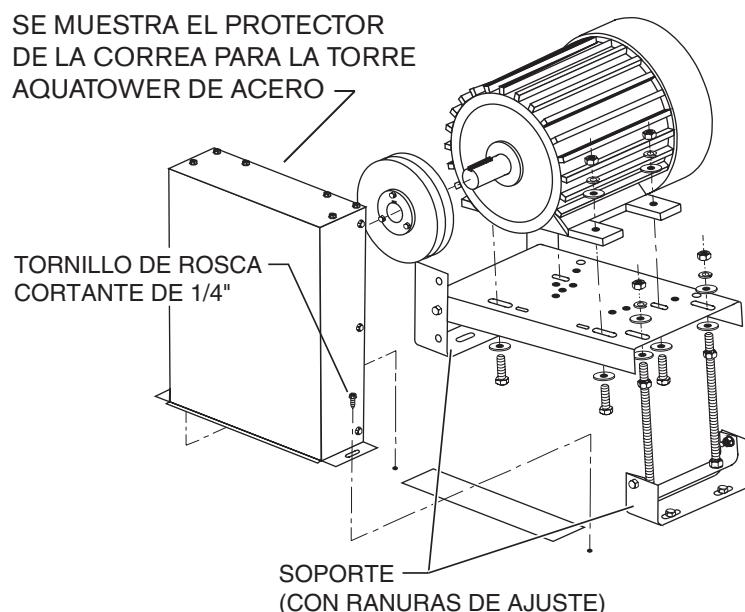
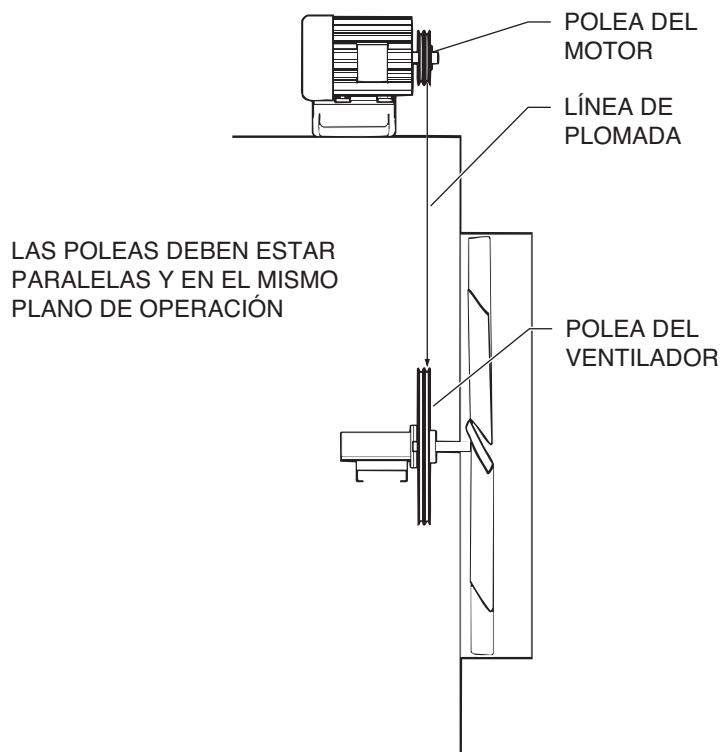
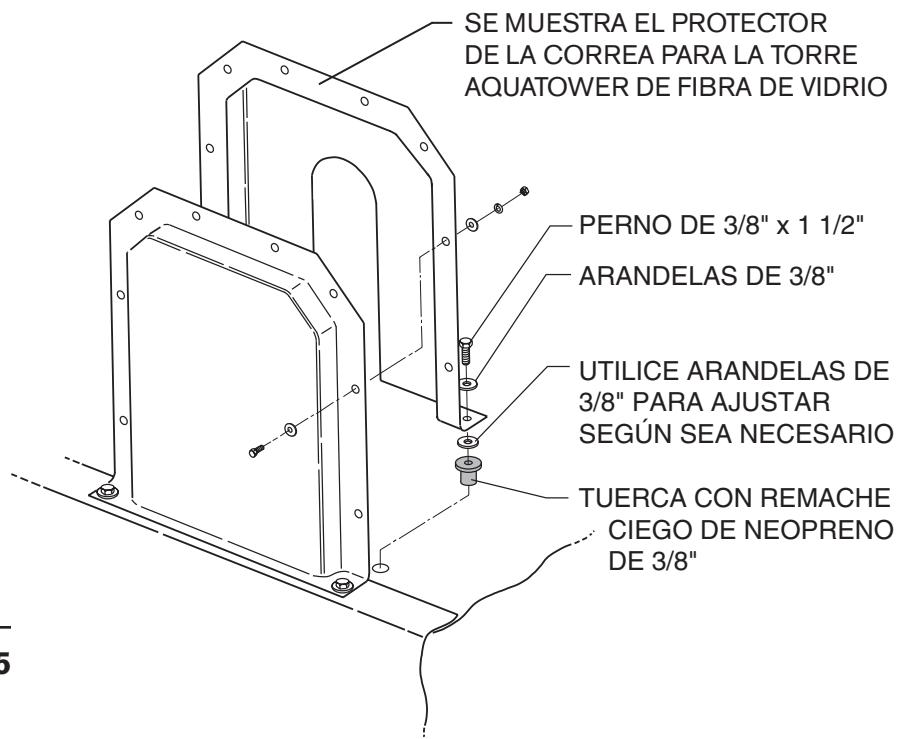

Figura 3
Figura 4
Figura 5
3. Conecte el motor a la base del motor con cuatro pernos, arandelas planas, arandelas de seguridad y tuercas (incluidos); consulte la Figura 3. Puede ser conveniente aflojar los pernos de ajuste y levantar la base del motor para que pueda alcanzar debajo de la base del motor para apretar los pernos de sujeción del motor.
5. Instale la polea del motor y alinéela con la polea del ventilador. Los soportes del motor están ranurados para una mejor alineación. Ver la Figura 3. Es útil utilizar una línea de plomada para alinear poleas. Ver la Figura 4.
8. Instale el protector de la correa como se muestra en la Figura 3 para una torre de acero o la Figura 5 para una torre de fibra de vidrio.